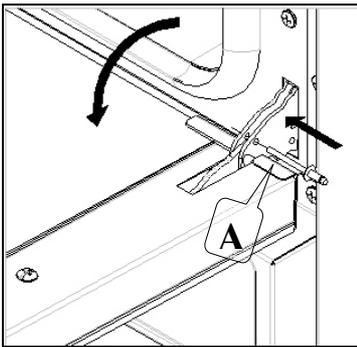

Fig. 5
- Stecken Sie die mitgelieferten Stopfen in die "A"-Löcher der Scharniere (Abb. 5);